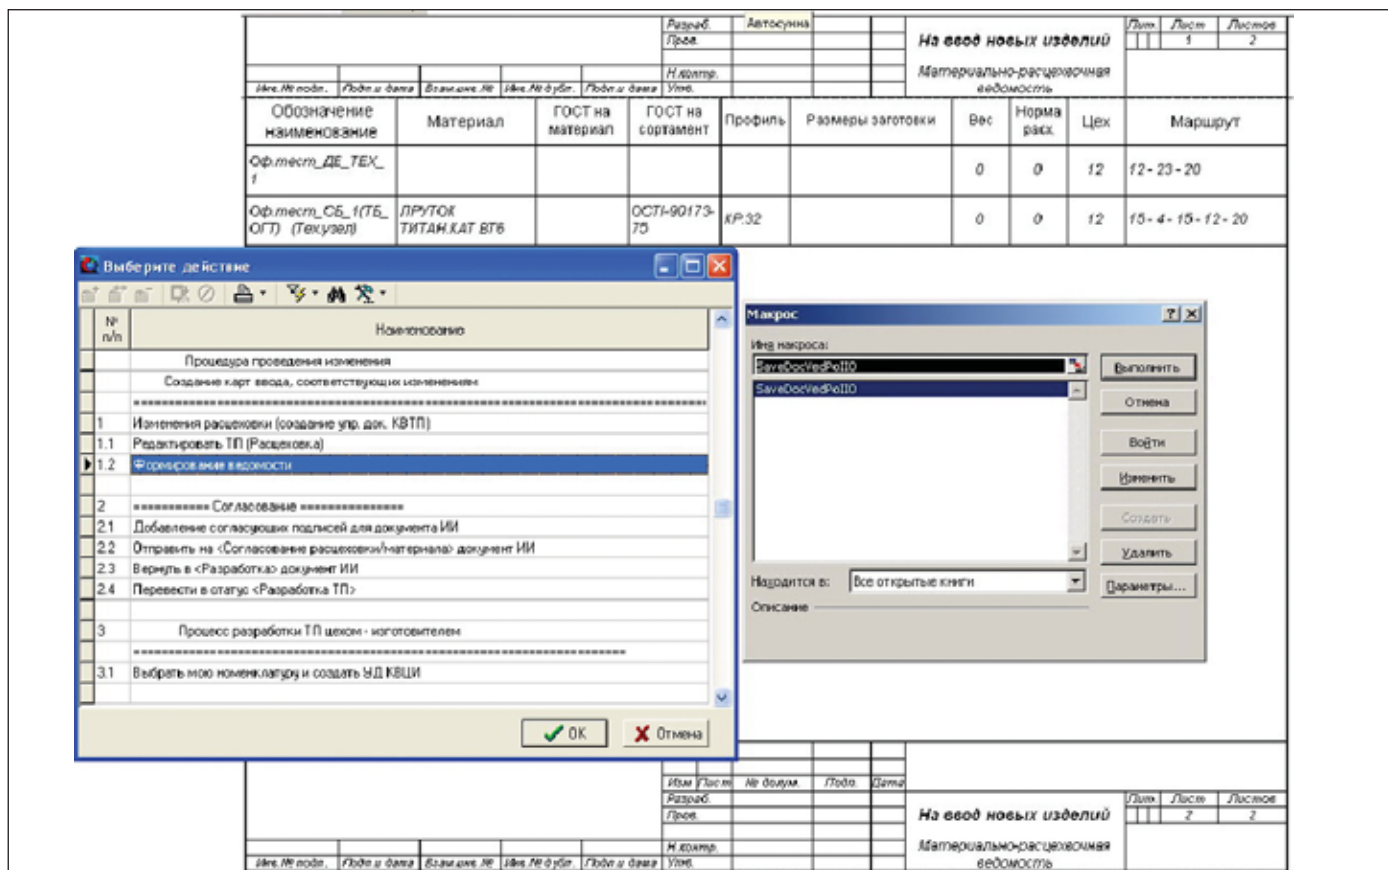

Рис. 12. Согласование изменения – шаг 1
- 7. Следующим этапом необходимо согласовать изменение с цехами. Это удобно сделать, сформировав отчет "Материально-расцеховочная ведомость" (рис. 12), который наглядно отобразит суть внесенного изменения (шаг 1).